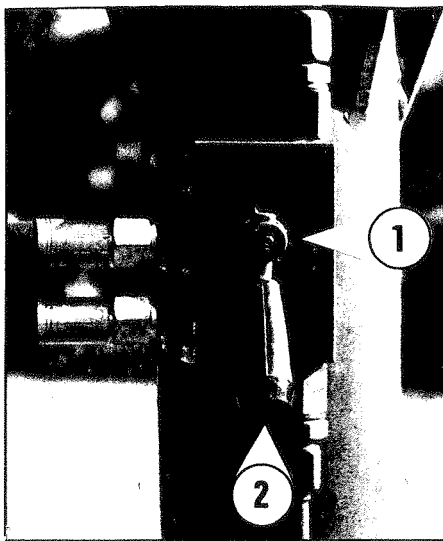

Fig. 3
- 2 - La messa in opera contemporanea degli stabilizzatori si ottiene agendo sulla leva di comando «B» trovandosi le leve dei rubinetti (fig. 3) in posizione 1 (aperto).
- 3 - Per posizionare gli stabilizzatori in modo indipendente portare la leva del rubinetto su cui si intende agire in posizione 1 (aperto) (vedi fig. 3), quindi agendo sulla leva di comando «B» far scendere il martinetto fino a terra. Riportare la leva del rubinetto in posizione 2 (chiuso) e ripetere l'operazione con gli altri martinetti.
Attenzione: È obbligatorio chiudere i rubinetti delle valvole (fig. 3) prima di azionare la gru.
- 2 - The simultaneous operation of outriggers is obtained operating the control lever «B» previous positioning tap lever (fig. 3) on 1 (open).
- 3 - For independent operation of the outriggers position the tap lever, of the outrigger to be operated, on 1 (open) (see fig. 3) and then operate the control lever «B», reposition the tap lever on 2 (closed) and repeat the operation with the other outriggers.
Warning: It is compulsory to close the valve taps (fig. 3) before using the crane.
- 2 - La mise en fonction contemporaine des stabilisateurs s'obtient en agissant sur le levier de commande «B», les leviers des robinets (voir figure 3) se trouvant en position 1 (ouvert).
- 3 - Pour positionner les stabilisateurs individuellement placer le levier du robinet sur lequel l'on veut agir en position 1 (ouvert) (voir figure 3); agir sur le levier de commande «B», faire descendre le vérin jusqu'à sol. Reporter le levier en position 2 (fermé) et répéter l'opération avec les autres vérins.
Attention: Il est obligatoire de fermer les robinets des valves (figure 3) avant de manoeuvrer la grue.
- Die gleichzeitige Bedienung der Stützen wird mit dem Steuerhebel «B» betätigt. Die Hebel der Absperrhahnen (siehe Fig. 3) befinden sich in Pos. 1 (offen).
- Beim Ausfahren einer Abstützung muss der Hahnen der betreffender Stütze auf Pos. 1 (offen) (siehe Fig. 3) stehen; den Hebel «B» betätigen und die Stütze bis auf den Boden ausfahren. Nachher Hebel auf Pos. 2 (schliessen). Den gleichen Vorgang für die andere Zylinder.
Wichtig: Es ist wichtig die Hebeln zu schliessen (Fig. 3) bevor der Kran in Betrieb genommen wird.